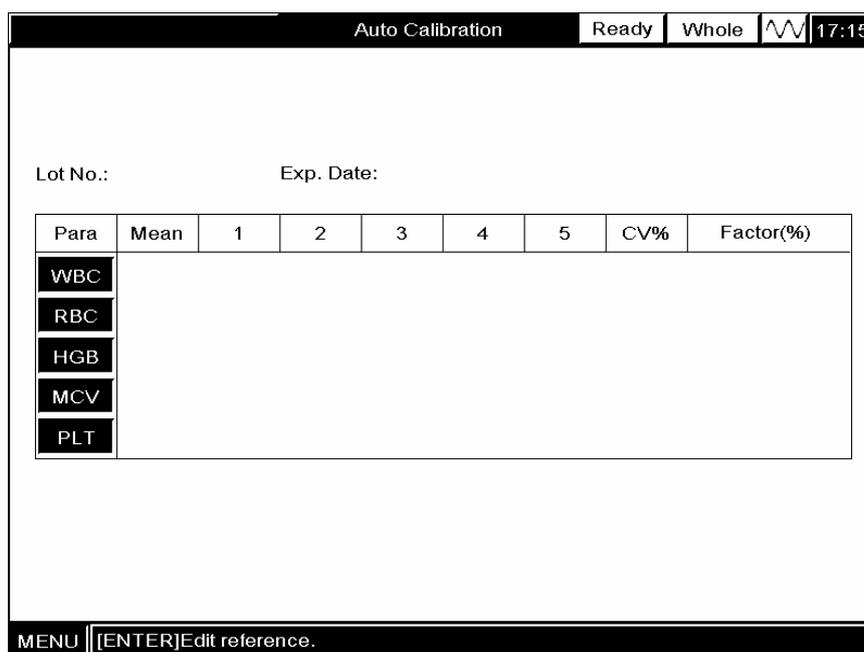

Abbildung 9-2 "Auto-Kalibrierung"-Anzeige
**WÄHLEN** Sie “Kalibrierung→ Auto-Kalibrierung” (Abbildung 9-1) **AUS**, um die “Auto-Kalibrierung”-Anzeige aufzurufen (Abbildung 9-2).